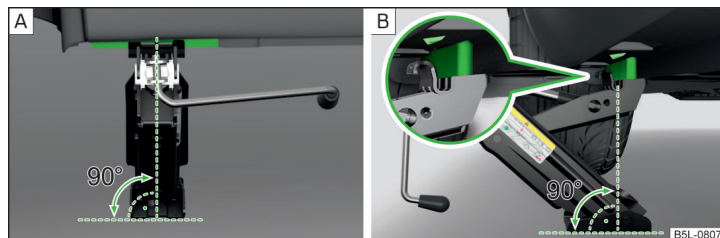

Fig. 176 Colocar el gato
- Apoye la placa de base del gato con toda la superficie en un suelo recto de la manera que el gato se encuentra en posición vertical respecto a la travesa de toma » fig. 176 - **A**.
- Gire el gato con la manivela hacia arriba hasta que la garra se encuentre en el larguero » fig. 176 - **B**.